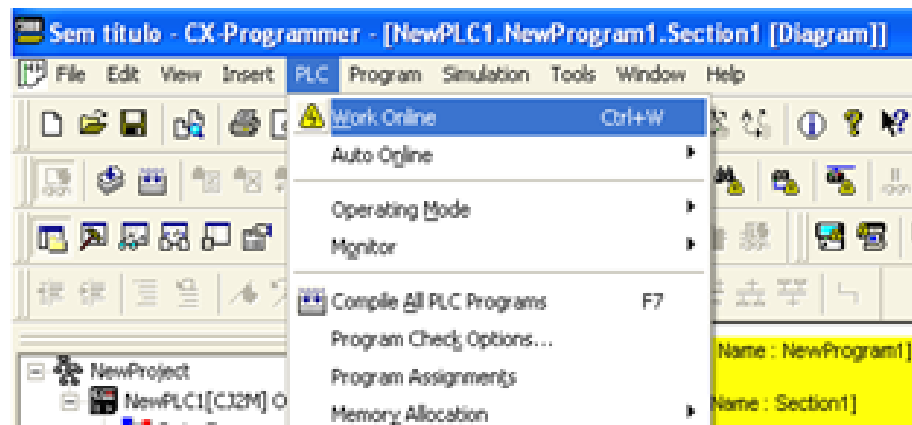

Figura 14: Colocação do programador em **Offline** (isolado do CLP)
- 3.8 Iniciar a programação Ladder (condição **Offline**): para a construção do diagrama ladder (programa lógico) **é necessário que o software de programação não esteja sendo executado no CLP, ou seja é necessário** que o Cx-Programmer esteja na condição **Offline**. Para ajustar essa condição clicar na barra superior em **PLC => Work Online**, conforme representado na **Figura 14**, observar que, na parte inferior da tela, será mostrada esta condição (neste caso **NewPLC1 - Offline**). **Atenção**: o comando **Work Online** inverte a condição (**Online ↔ Offline**) a cada clique do mouse nessa opção.